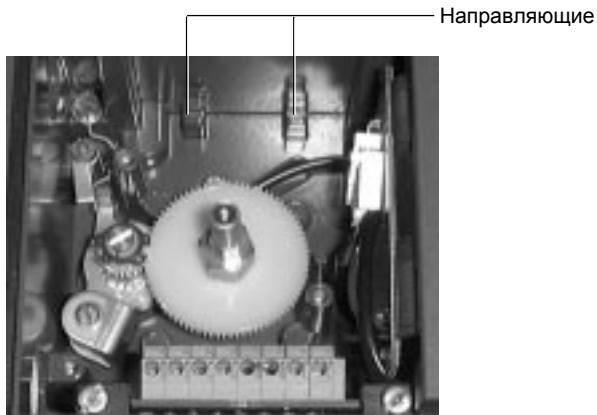

Рис. 11
4.3.10 Отдайте два винта, крепящих пластиковые зажимы на корпусе. Вставьте плату так, чтобы задний край зафиксировался в направляющих (см. Рис. 11).